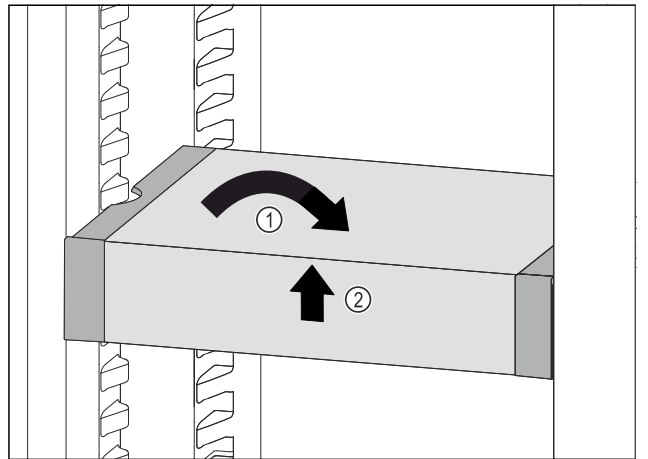

Fig. 162
- ▶ 将 VarioSafe 放平。 Fig. 162 (1)
- ▶ 抬起 VarioSafe 前部。 Fig. 162 (2)